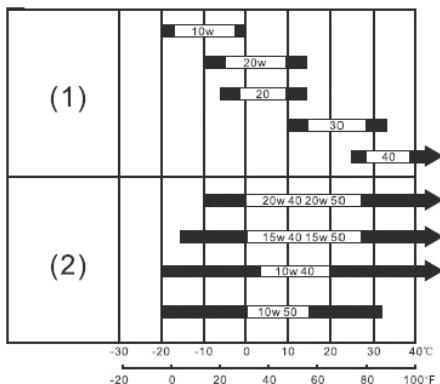

Рис. 3
- Шкала вязкости масла для его выбора ( Рис. 3 ).